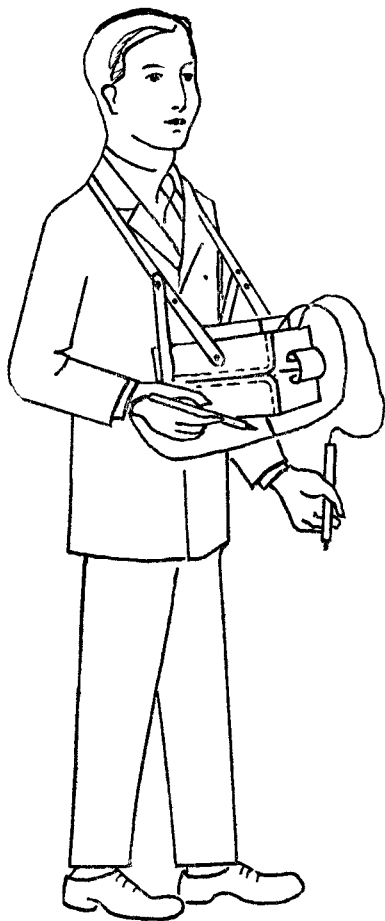

Рис. 2.
9.9. Для работы с прибором в положении впереди на уровне груди необходимо произвести операции, указанные в пп. 9.2—9.7, затем вставить прибор в футляр. Крышку футляра откинуть и укрепить вспомогательными ремнями согласно рис. 2. Прибор должен быть расположен ручками управления к себе.